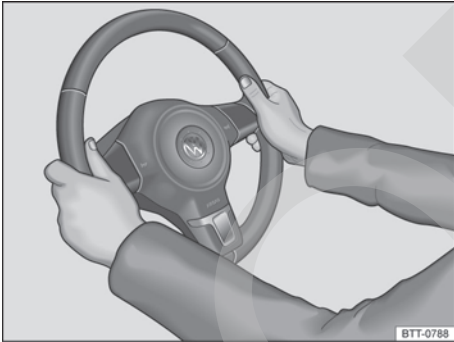

Fig. 98 En el volante: posición equivalente a las 9 y las 3 horas.
- Ajuste el volante de forma que pueda sujetarlo con las dos manos por los lados, por su parte exterior, en la posición equivalente a las 9 y las 3 horas → fig. 98 con los brazos ligeramente flexionados.
- Con el fin de reducir el peligro de sufrir lesiones en caso de que se dispare el airbag frontal del conductor, durante la conducción sujete siempre el volante por los lados, por su parte exterior, con las dos manos en la posición equivalente a las 9 y las 3 horas → fig. 98.